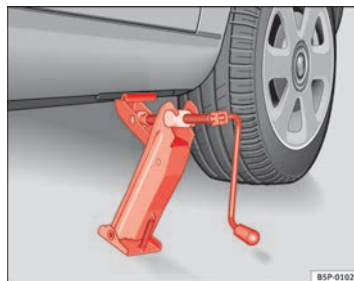

Abb. 181 Wagenheber
- Richten Sie den Wagenheber so aus, dass seine Klaue den Steg des Unterholms umfasst und die bewegliche Grundplatte plan auf dem Boden aufliegt ⇒ Abb. 181.